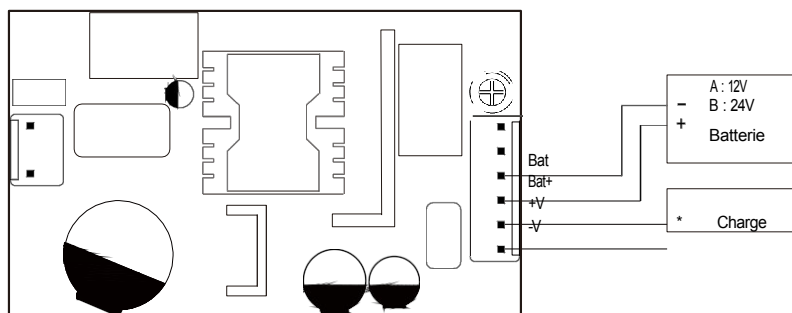

Fig 1.1 Proposition de connexion du système
(1) Veuillez vous référer à la figure 1.1 pour une suggestion de connexion.